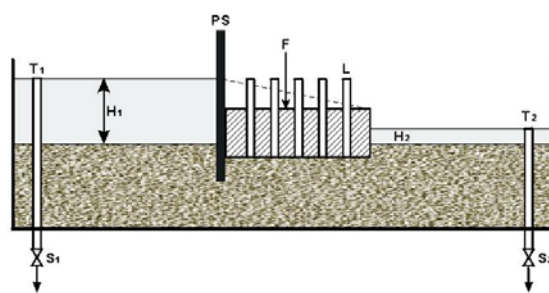

Fig. 4 - Pressione verso l'alto su fondazioni
- Pressione verso l'alto su fondazioni (fig. 4)